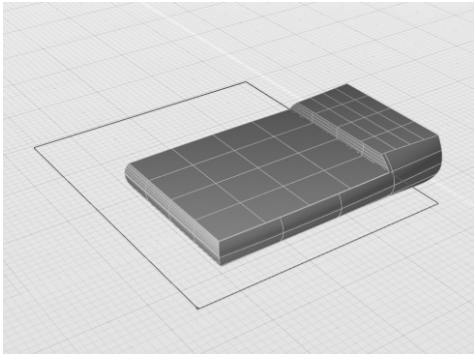

图 4-125 修剪范围为“曲线法线”
- 当选中“曲线法线”单选按钮时，获得结果如图 4-125 所示。